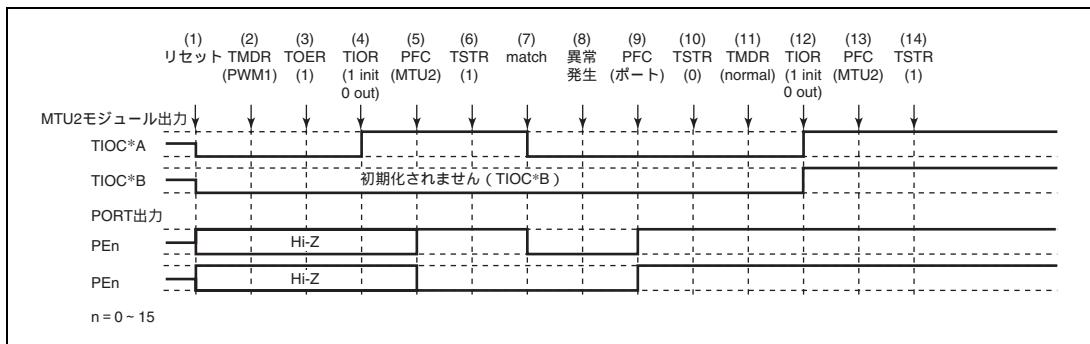

図 11.121 PWM モード 1 で異常が発生し、ノーマルモードで復帰する場合
PWM モード 1 で異常が発生し、再設定後ノーマルモードで再スタートする場合の説明図を図 11.121 に示します。
(1) ~ (10) は図 11.121 と共通です。
(11) PWM モード 1 で再スタートする場合には必要ありません。
(12) TIOR で端子を初期化してください (PWM モード 1 では TIOC*B 側は初期化されません)。
(13) PFC で MTU2 出力としてください。
(14) TSTR で再スタートします。
(11) PWM モード 2 を設定します。
(12) TIOR で端子を初期化してください (PWM モード 2 では周期レジスタの端子は初期化されません)。
(11) 位相計数モードを設定します。
(12) TIOR で端子を初期化してください。
(11) 波形生成部の初期化のためノーマルモードを設定してください。
(12) TIOR で PWM モード 1 の波形生成部を初期化してください。
(13) TIOR で PWM モード 1 の波形生成部の動作を禁止してください
(14) TOER でチャネル 3、4 の出力を禁止してください。
(15) TOCR で相補 PWM の出力レベルと周期出力の許可禁止を選択してください。
(16) 相補 PWM を設定します。
(17) TOER でチャネル 3、4 の出力を許可してください。
(18) PFC で MTU2 出力としてください。
(19) TSTR で再スタートします。